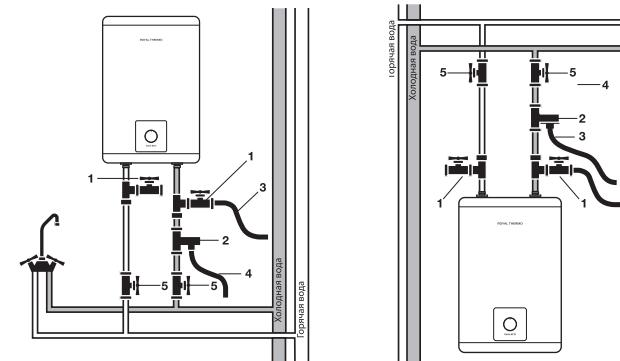

Рис. 4. Схема подключения к водопроводу моделей Genie ECO O
При подключении к системе водоснабжения необходимо предусмотреть и реализовать установку индивидуальных запорных вентилей (позиция 5 на рис. 4) на линии подачи холодной воды в водонагреватель и на линии выхода горячей. Индивидуальные запорные вентили по линии горячей и холодной воды, должны быть в закрытом состоянии в период неиспользования водонагревателя, проведения профилактических и технологических работ на линии водоснабжения. Установка и правильное использование запорных вентилей является обязательным условием при предоставлении гарантийного обслуживания, а так же залогом длительной и безаварийной работы водонагревателя. Для упрощения процесса слива воды из водонагревателя рекомендуется на входе и выходе воды из водонагревателя установить тройники (позиция 1 на рис. 4 и 5). Если ванная комната слишком мала для установки водонагревателя, он может быть установлен в любом другом помещении, защищенным от попадания прямых солнечных лучей и дождя. Однако для сокращения тепловых потерь в трубопроводе водонагреватель следует устанавливать как можно ближе к месту использования воды.
Во избежание протечек при подключении трубопровода на концы резьбовых соединений следует установить комплектные резиновые уплотнительные прокладки. Если необходимо реализовать систему водоснабжения на несколько водоразборных точек, используйте способ соединения (см. рис. 4 и 5).
13. Присоедините дренажный шланг (позиция 3 на рис. 4 и 5) к запорному крану на тройнике на входе холодной воды в водонагреватель и направьте его в канализацию, либо в место слива воды. Откройте запорный кран и дождитесь полного слива воды.